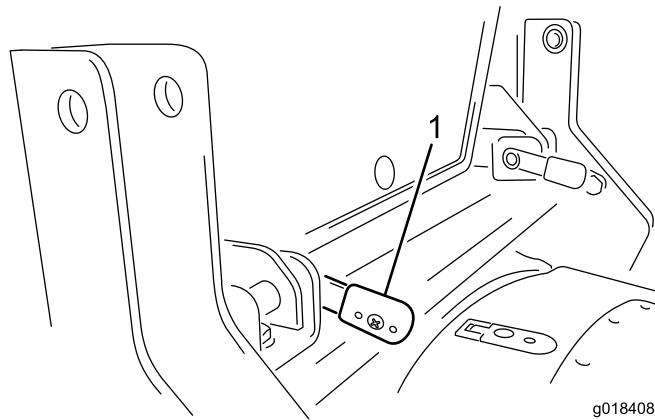

Figura 15
4. Quando as alavancas estiverem totalmente inseridas, rode-as para trás para as bloquear na posição (Figura 15).